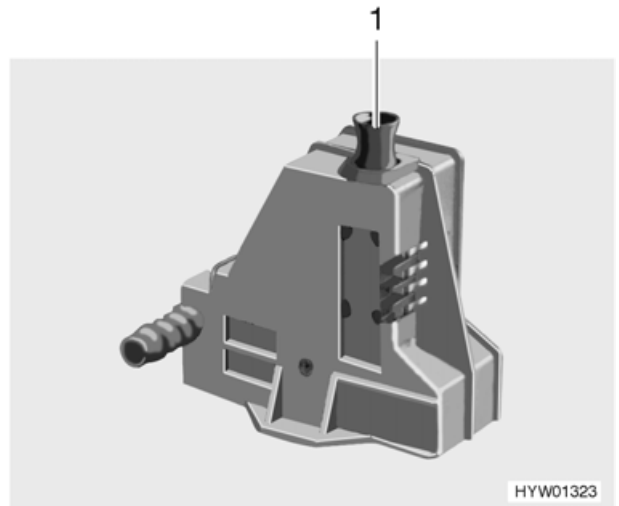

Bild 70 Sicherheits-/Ablassventil des Boilers
Der Boiler ist mit einem Sicherheits-/Ablassventil (Bild 70) ausgestattet. Das Sicherheits-/Ablassventil verhindert, dass das Wasser im Boiler einfriert, wenn bei Frost die Heizung nicht eingeschaltet ist. Einbauort siehe Kapitel 10, "Lage der Ablassventile".
- Sicherheits-/Ablassventil schließen. Dazu den Zugschalter (Bild 70,1) nach oben ziehen.
- Sicherheits-/Ablassventil (Bild 70) öffnen. Dazu den Zugschalter (Bild 70,1) nach unten drücken. Der Boiler wird über das Sicherheits-/Ablassventil nach außen entleert.